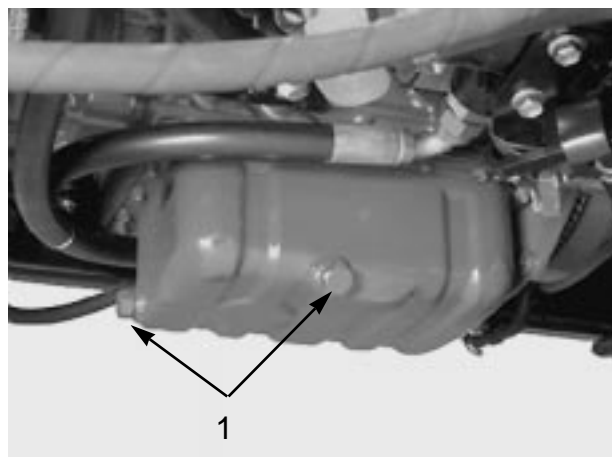

図 42
- 1 . ドレン・プラグ (図42) を外してオイルを抜き、プラグを元通りに取り付ける。